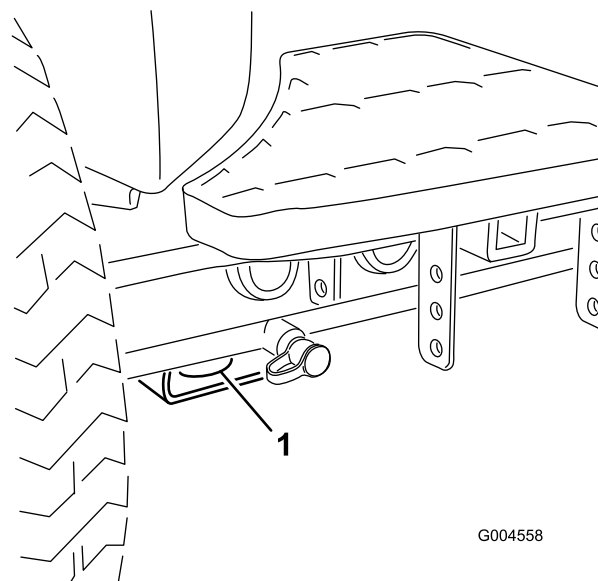

Bild 24
- Vorne: Loch im Rechteck unter dem Achsenrohr in jedem Vorderreifen (Bild 24).